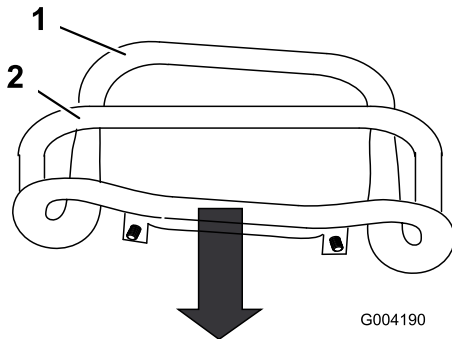

Figura 49
3. Tire hacia atrás del control de tracción hasta que la parte delantera del control entre en contacto con la barra de referencia (Figura 49).